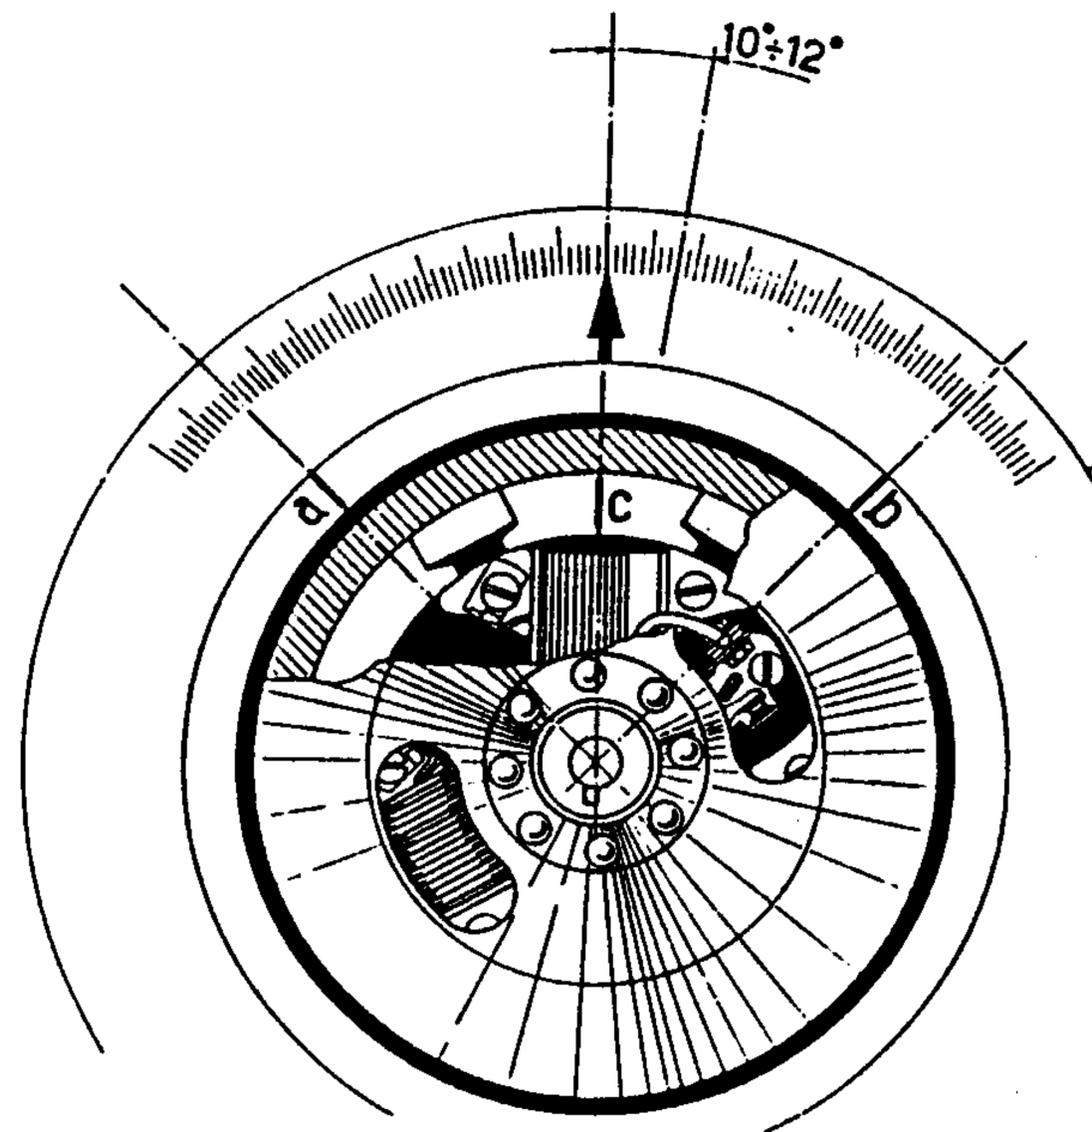

Fig. 22 - Controllo fasatura al banco prova
1) Nelle revisioni generali del volano (ad es.: sostituzione o magnetizzazione rotore; sostituzione camma; sostituzione bobine), **disponendosi del banco prova volani**, l'apertura contatti rottore, sui volani con calamite tradizionali, deve iniziare quando la mezzeria della espansione polare opposta alla cava per chiavetta sopravanza la mezzeria della bobina A. T. di $10^{\circ} \div 12^{\circ}$ (fig. 22). Per i volani con calamita ad anello continuo « **Plastiform** », l'apertura dei contatti rottore deve iniziare quando l'indice ricavato all'interno dell'asola del rotore è allineato con la mezzeria della traccia dello statore per regolazione rottore. (ved. fig. 49/1 a pag. 108).